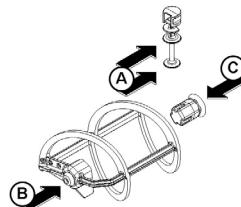

figure 13
- 2** Lubrifier le piston du robinet, le racloir extérieur et le joint hexagonal (aux points A, B et C de la figure 13) en utilisant uniquement la graisse fournie par le fabricant ou tout autre